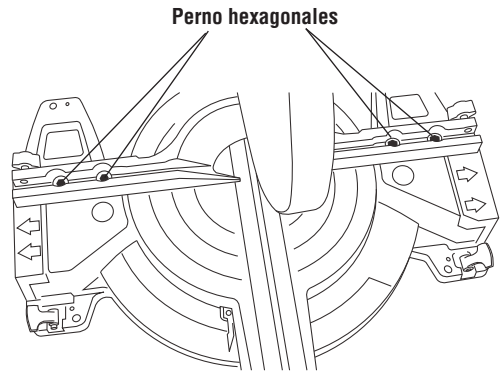

Figura 10. Ajuste del tope-guía
- c. Use la herramienta universal (suministrada con el modelo 4410 solamente) o uso 7/16" casquillo y afloje los cuatro (4) perno hexagonales ubicados detrás del tope-guía (Figura 10).